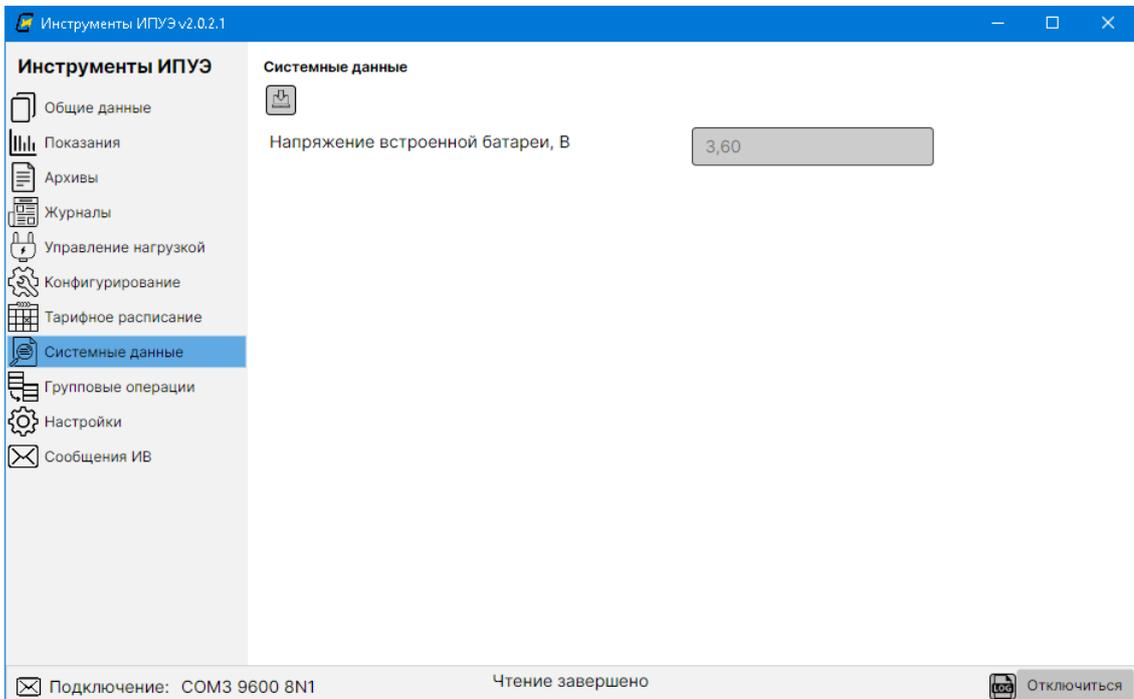

Рисунок 44 – Вид окна программы после считывания состояния встроенной батареи.
3.19 В разделе «Системные данные» можно считать напряжение встроенной батареи (рисунок 44).